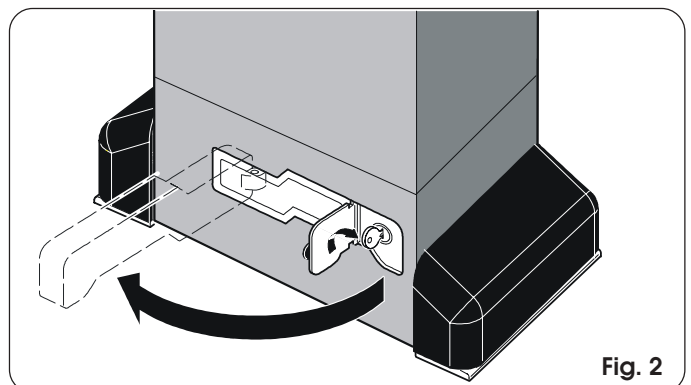

Fig. 2
- 2) Gire la llave en sentido horario y tire la palanca de desbloqueo como se indica en la Fig. 2.